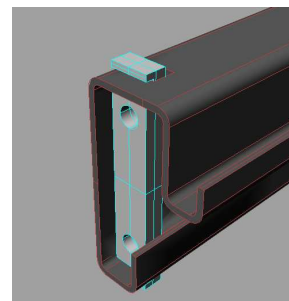

Fig. 5.2
- ✓ Incastrare le scanalature della piastra filettata nello spessore della traversa come indicato in Fig. 5.2